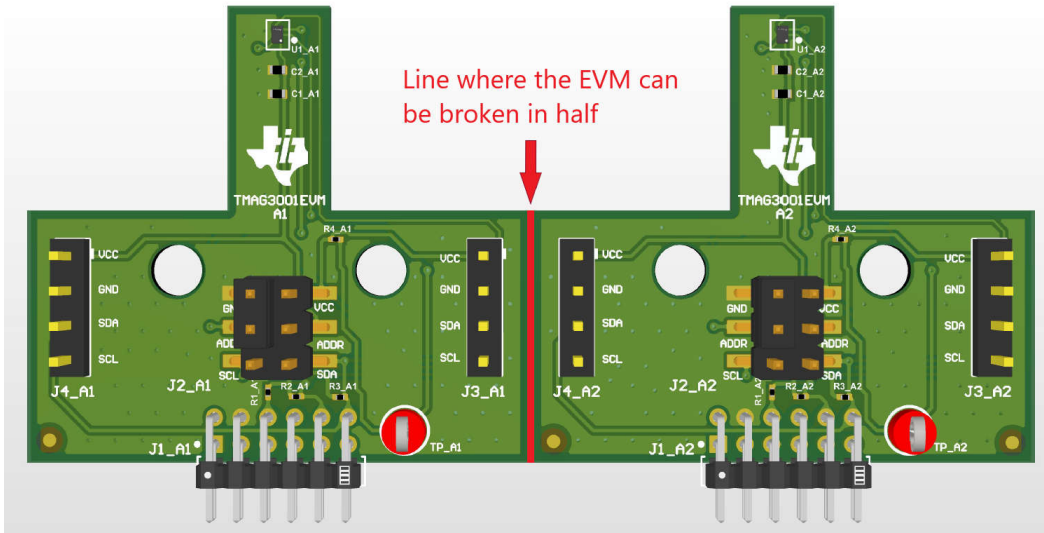

图 3-1. A1 和 A2 仍连接在一起的 TMAG3001EVM
- 轻折图 3-1 中所示的线，将板一分为二，使外形更紧凑。拆分后原始板的 TMAG3001A1 和 TMAG3001A2 部分成为独立板。